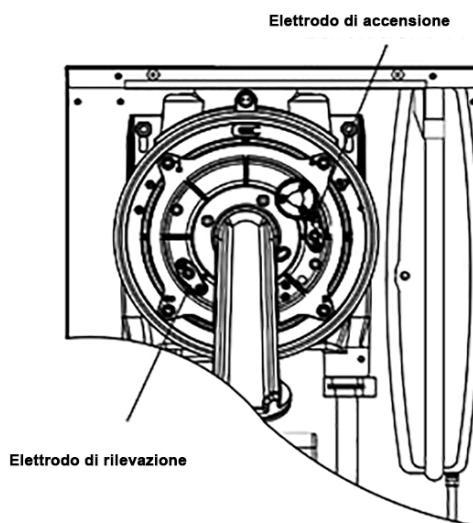

Fig. 30
7.2 SOSTITUZIONE ELETTRODI (fig. 30)